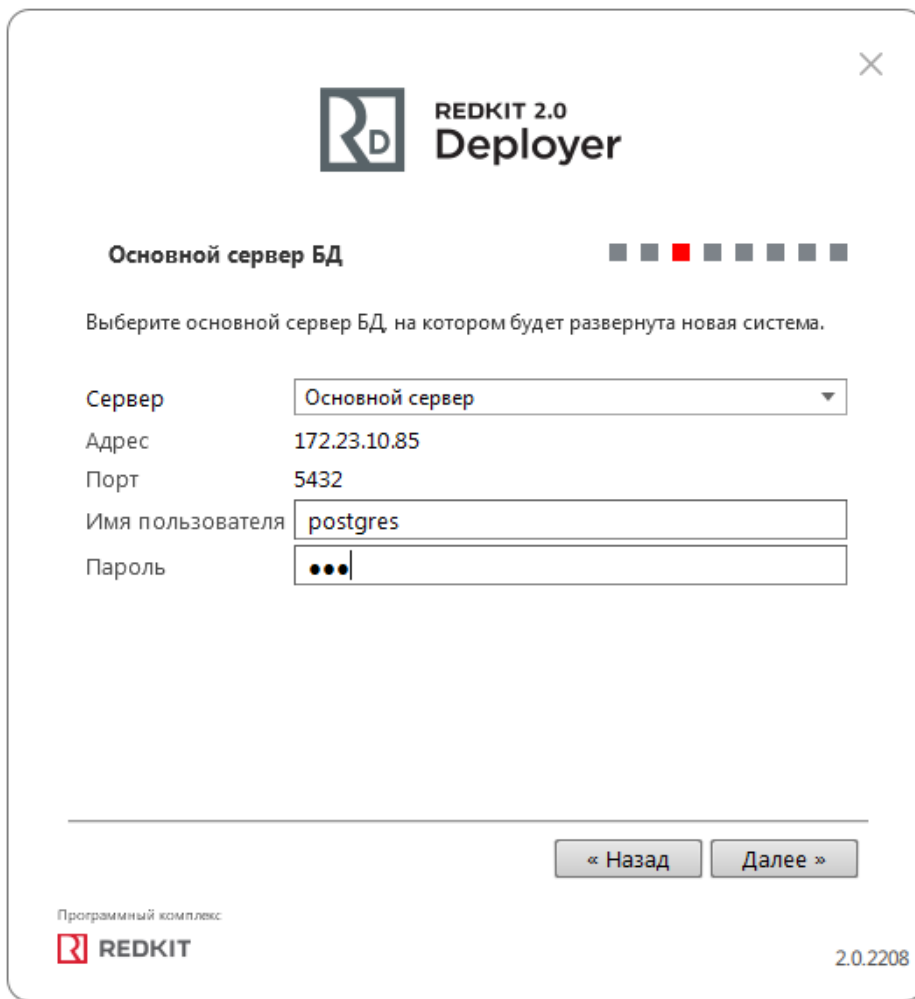

Рисунок 101 - Основной сервер БД
7. Укажите параметры для подключения к основному серверу БД, используя имя пользователя и пароль из п.8 раздела Установка Postgres. Нажмите **Далее** (Рисунок 101).